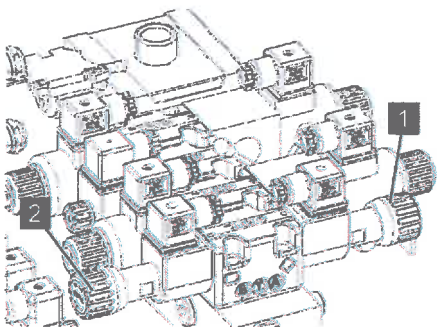

Abb. 86: Funktion aktivieren
8. Für den **Stützenbetrieb** das Ventil (Abb. 86/1) im Uhrzeigersinn bis zum Anschlag eindrehen.
Für den **Bühnenbetrieb** das Ventil (Abb. 86/2) im Uhrzeigersinn bis zum Anschlag eindrehen.
Immer nur ein Ventil (Abb. 86/1 oder 2) eindrehen. Das andere muss immer herausgedreht sein.